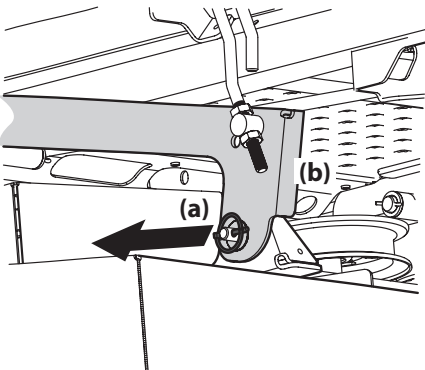

Figura 4-16
6. Ubique los pasadores de liberación de la plataforma del lado izquierdo y del lado derecho (a) que se encuentran a cada lado de la plataforma. Tire de los pasadores de liberación de la plataforma (a) hacia afuera y suelte la plataforma de los brazos de elevación del lado derecho e izquierdo de la plataforma (b). Consulte Figura 4-16.
5. Tire de los pasadores de liberación de la plataforma hacia afuera y ubique la plataforma según sea necesario para alinear los orificios de los brazos de elevación de la plataforma con los pasadores. Consulte la Figura 4-16.